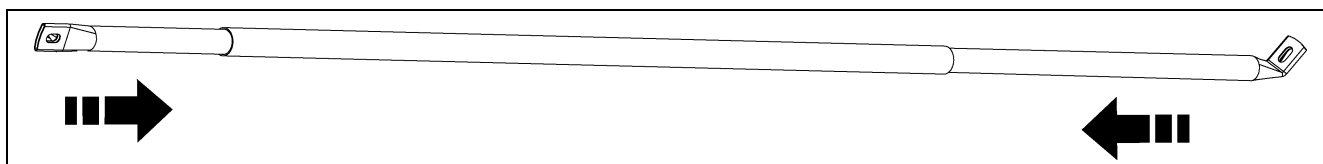
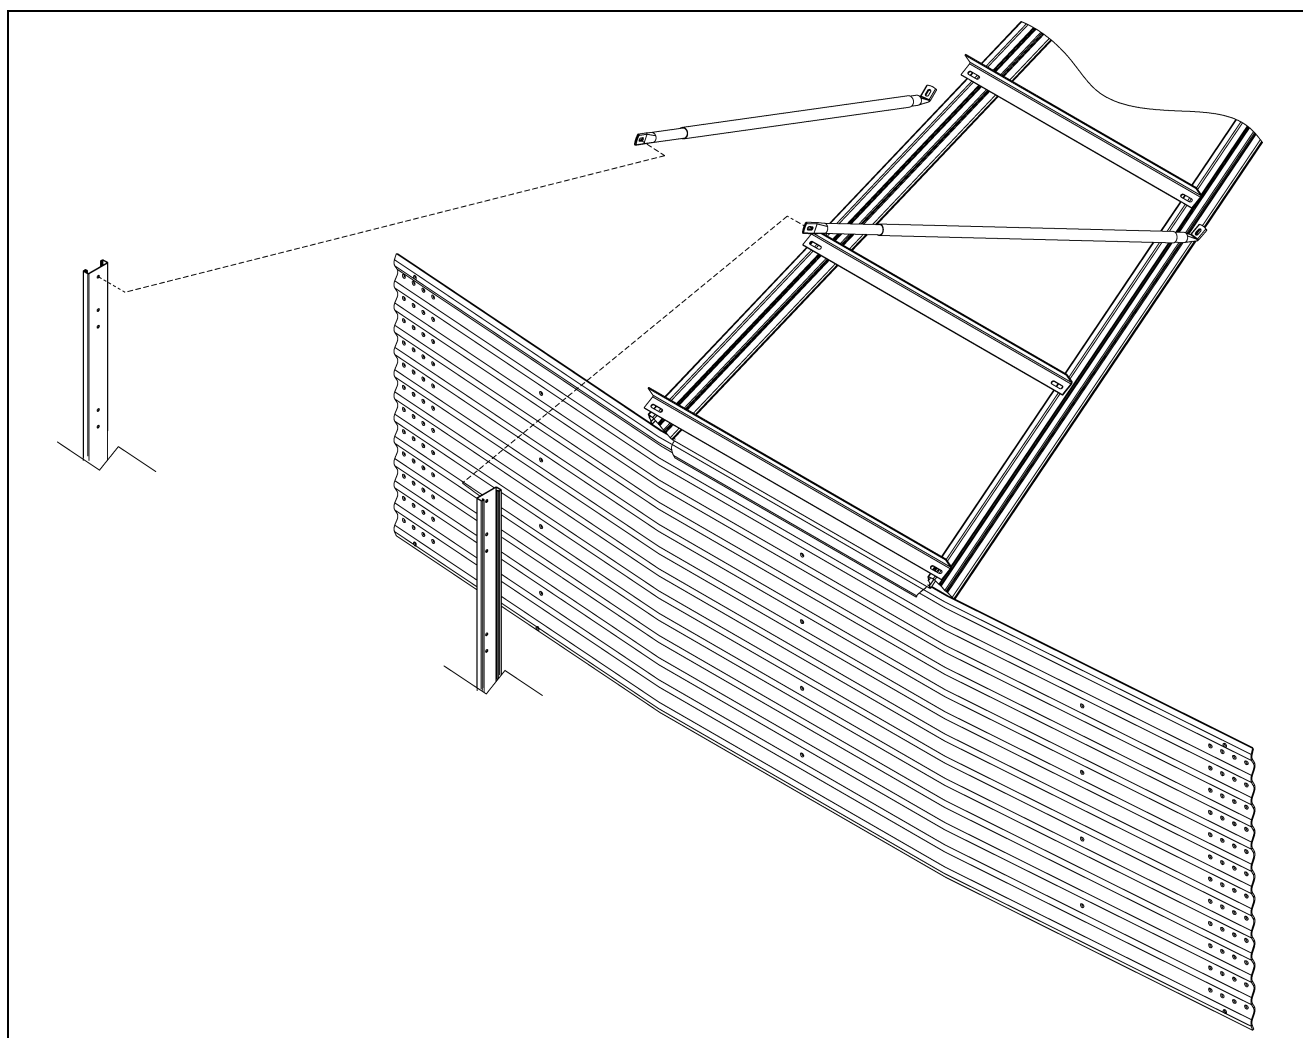

Figura 6G
Figura 6H
(Vea Figura 6G.) Inserte los tubos pequeños en el interior de los tubos grandes y una uno de los tubos pequeños a la parte superior del riel de extensión de la escala. Ajuste los otros tubos pequeños para que así el fondo del tubo aplanado llegue al panel del techo o azotea. Perfore en el campo cuatro (4) orificios de 5/16 de pulg. en ambos tubos, pequeños y grandes, y únalos entre sí utilizando pernos y tuercas de 1/4 pulg. x 1-1/2 pulg. Esto evitará que se deslicen los soportes ajustables. (Vea Figura 6H.)